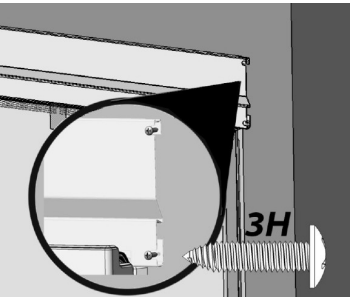

Fig. 23
- b. Percez des avant-trous de 1/8 po et fixer deux vis 3H sur le côté droit de la garniture supérieure (une vis par côté pour la garniture supérieure à col) à l'aide d'un tournevis cruciforme dans les armoires (Fig. 23).